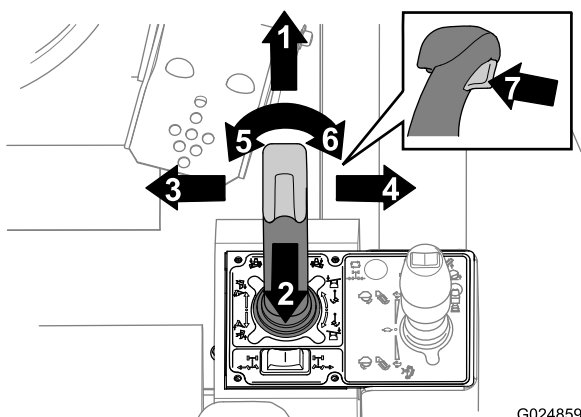
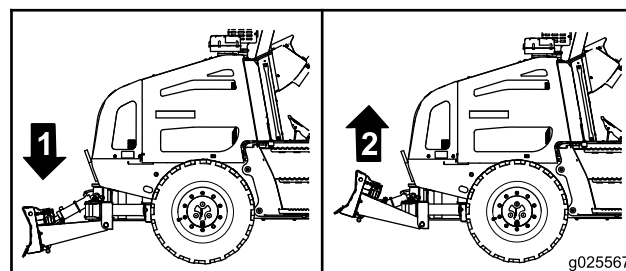
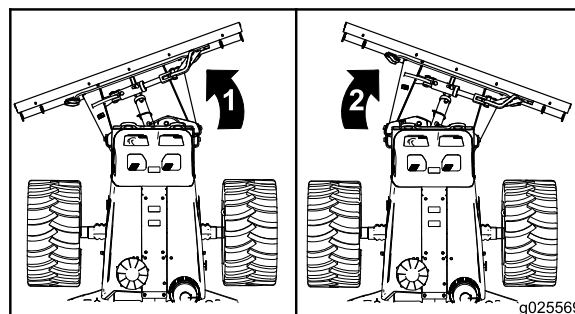

Figure 47
Figure 48
Figure 49
2. Relevez et abaissez lentement la lame de remblayage en déplaçant le levier multifonction droit en arrière et en avant (Figure 47 et Figure 48).
4. Pivotez la lame complètement à droite en appuyant sur la commande au pouce droit (Figure 47 et Figure 49).
- A. Abaissez la lame au sol en déplaçant le levier multifonction droit vers l'avant (Figure 47).
- G. Orientez lentement la lame vers la gauche et la droite en appuyant sur les commandes au pouce gauche et droite (Figure 47).
6. Inclinez lentement la lame de remblayage vers le bas du côté gauche puis vers le bas du côté droit en tournant le levier multifonction droit dans le sens horaire et antihoraire (Figure 47 et Figure 51).